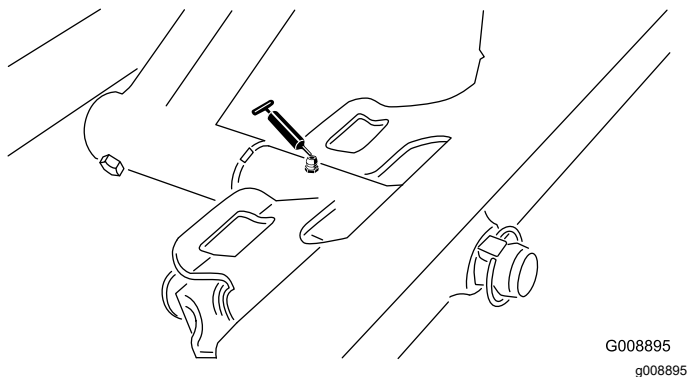

Figure 32
- Pivot de plateau de coupe avant (Figure 32)